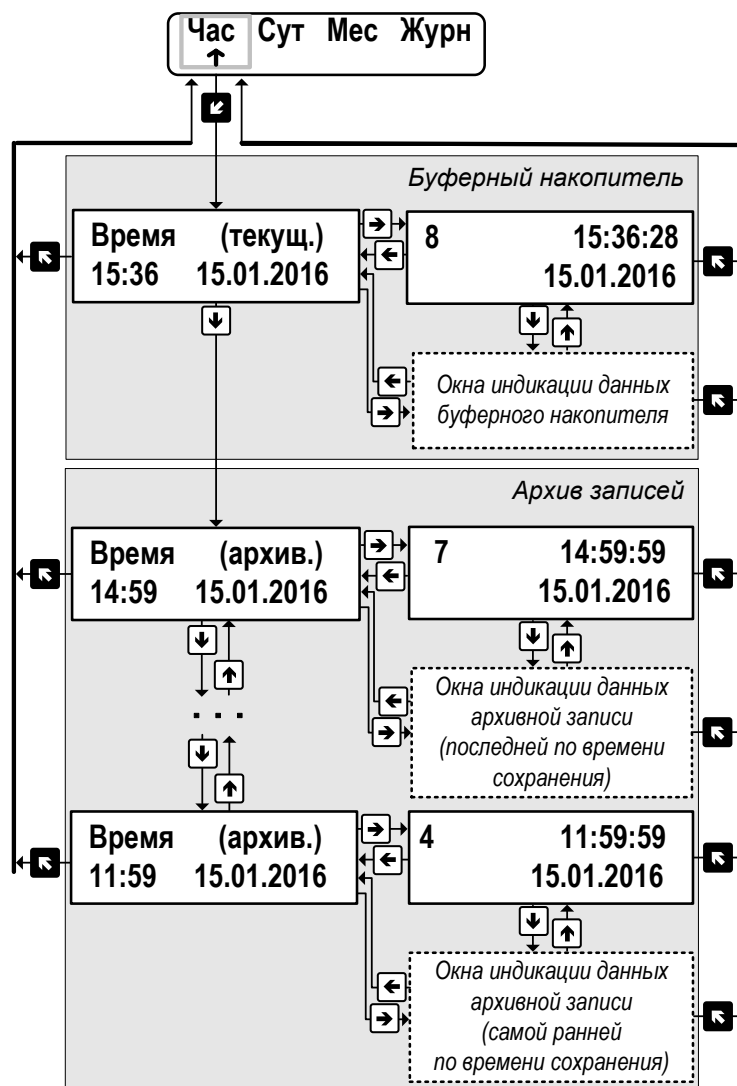

Рис.16. Вид окон индикации часового архива.
7.2.1. Результаты измерений и вычислений за определенный период времени работы тепловычислителя сохраняются во внутренних архивах – часовом, суточном, месячном (**Час**, **Сут**, **Мес**), имеющих одинаковую структуру (рис.16). Доступ к архивным данным возможен из меню **АРХ**.